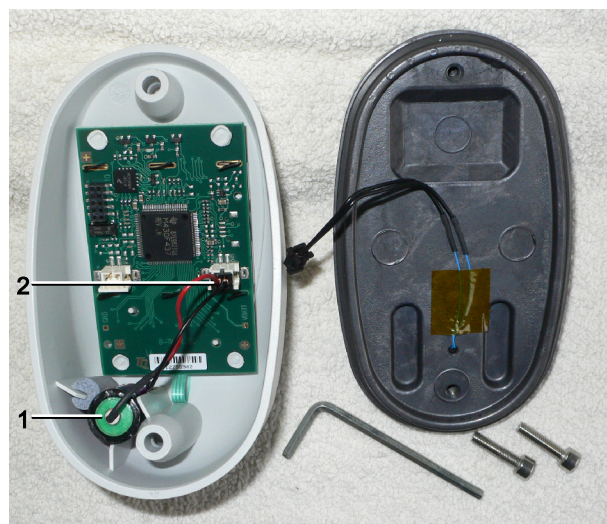

Рис. 18 Батарея
Батарея (1, Рис. 18) вставлена в гнездо. Для замены следует отсоединить штекер (2) и извлечь батарею из гнезда. Для замены необходимо использовать батарею того же типа (зак. № BAUER 82743).